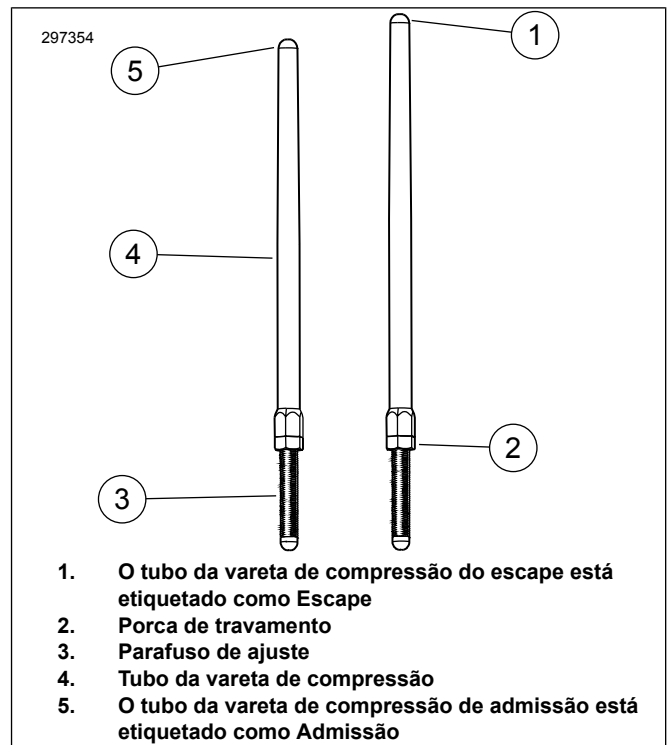

Figura 3. Vareta de compressão ajustável
6. Veja a figura 3. Solte a porca de travamento de todas as varetas de compressão e ajuste-as com o comprimento mais curto.